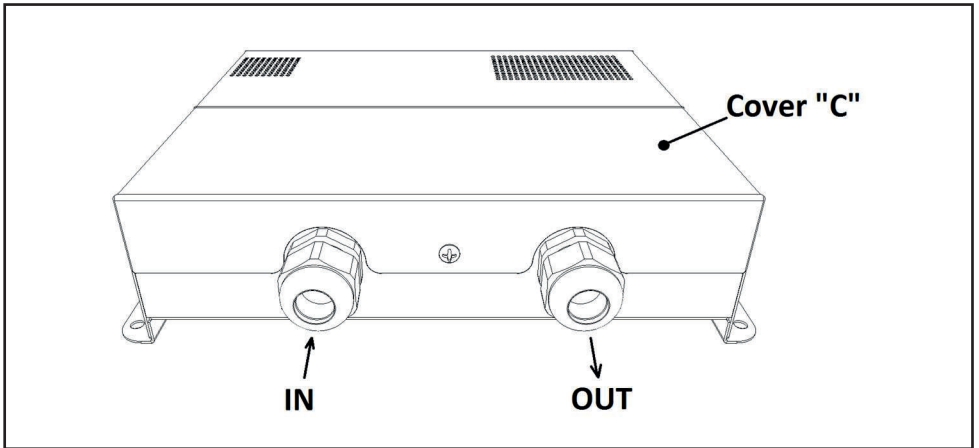

Fig. 7
**1-** Rimuovere il coperchio (C) svitando le viti (Fig.7).